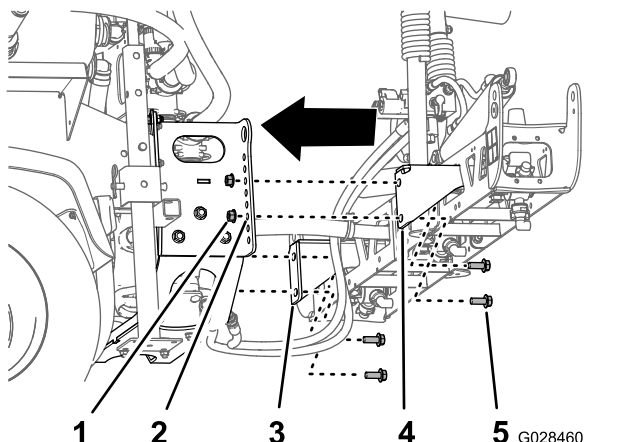

Figura 39
- Alinhe o orifício inferior nos suportes de montagem de secção do conjunto da rampa central com o terceiro furo da parte inferior nos suportes da rampa na estrutura do patim de pulverização, como se mostra na **Figura 39**.